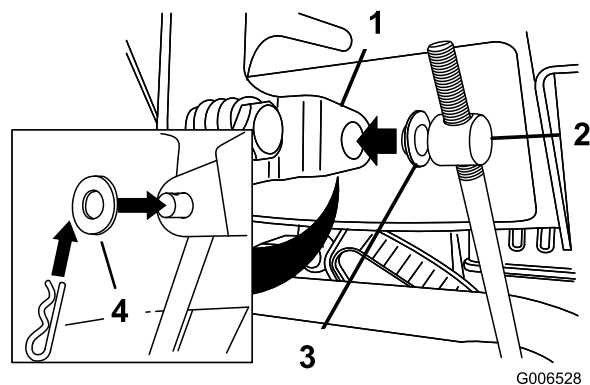

Figura 11
3. Togliete la coppiglia a forcina e la rondella esterna dal barilotto sul lato superiore dell'asta di comando della velocità (Figura 11).
Nota: Per agevolare l'installazione lasciate la rondella piana sul barilotto (Figura 11).
6. Sollevare l'asta di comando della velocità ed inserite il barilotto nel foro della leva di selezione della velocità (Figura 11).
- B. Scollegate il barilotto dalla leva del selettore della velocità (Figura 11).
- C. Abbassate il barilotto sull'asta di controllo della velocità (senso orario) (Figura 11).